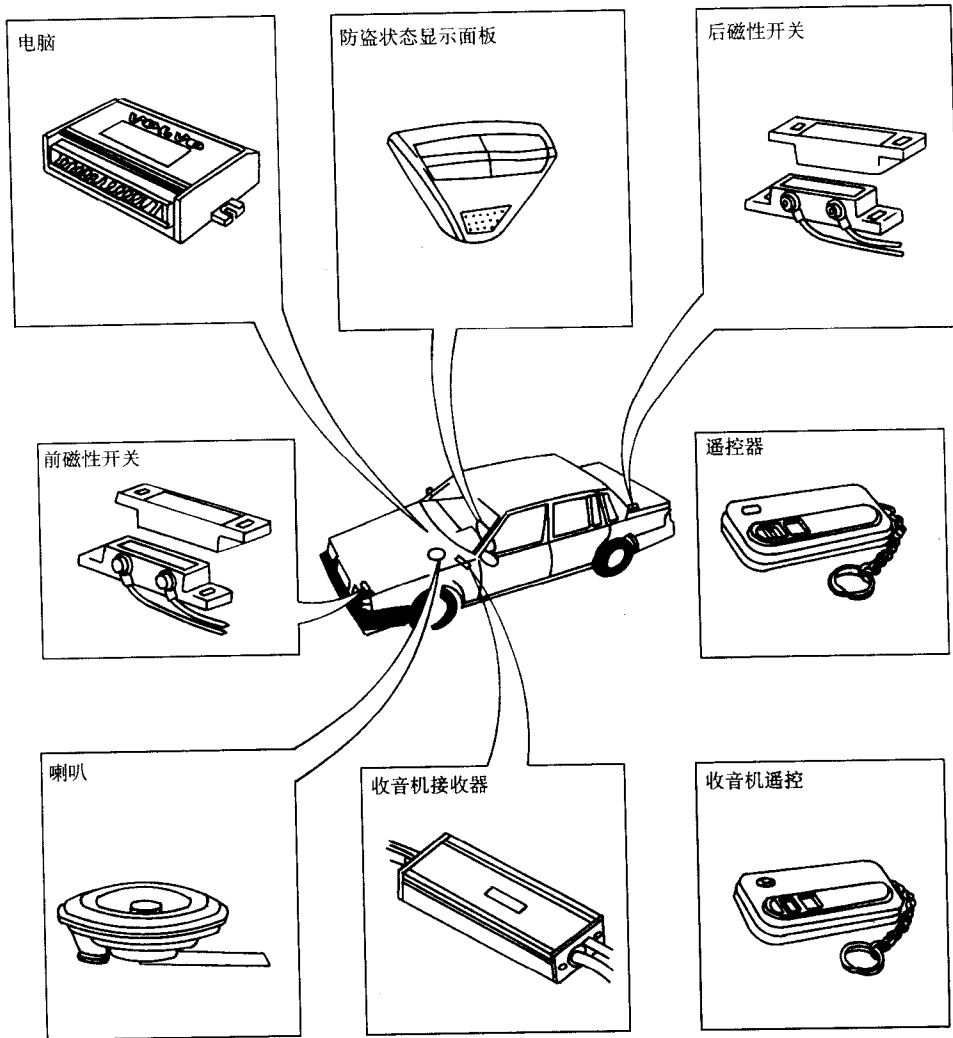

图 8-30 沃尔沃 960 防盗系统部件位置
(3) 沃尔沃 960 中央门锁与防盗系统电路与部件位置，如图 8-19 ~ 图 8-30 所示。